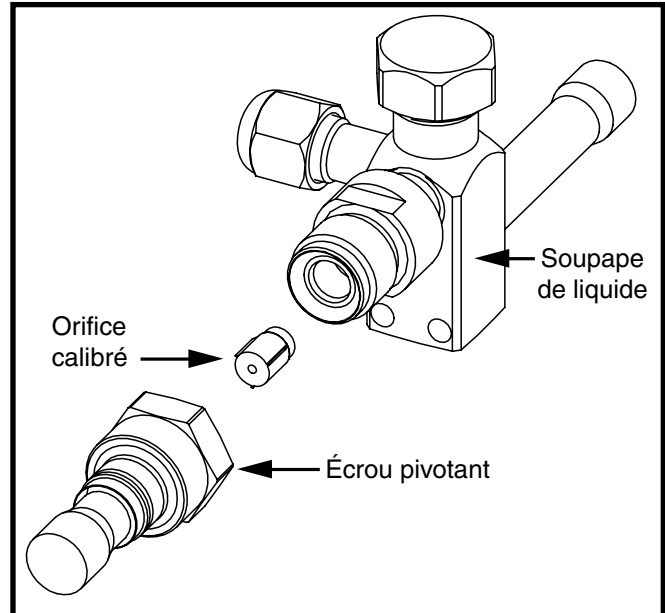

Figure 2. Soupape de liquide, orifice calibre et écrou pivotant
Si l'appareil extérieur est pourvu de la soupape de liquide montrée à la Figure 2, l'orifice calibre est situé à l'intérieur de l'écrou pivotant de la soupape de liquide et non pas à l'intérieur du distributeur de l'appareil extérieur. Effectuez les étapes 1 à 5 si l'orifice calibre extérieur doit être changé.
- Insérez le nouvel orifice dans le corps de la soupape, bout arrondi vers l'intérieur de la soupape. Consultez la Figure 2 \(page 4\).